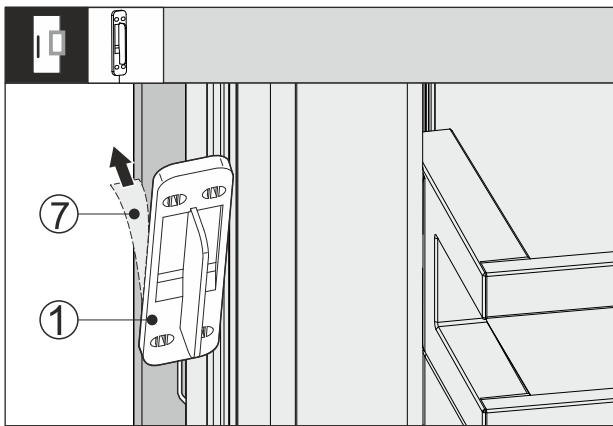

Fig. 65
- ▶ 将保护膜 Fig. 65 (7) 从敲门传感器 Fig. 65 (1) 的背面撕下。